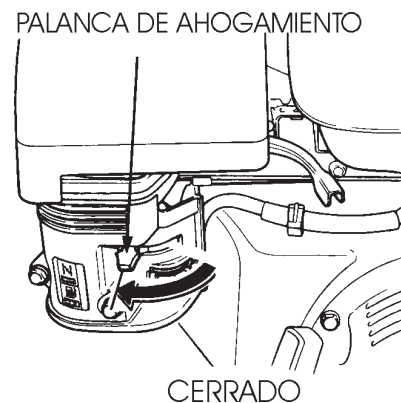

Figura 17. Palanca de ahogamiento (Closed Cerrado)
7. Si el motor ha arrancado, despacio regrese la palanca de ahogamiento (Figura 17) a la posición **CLOSED CERRADO**. Si el motor no ha arrancado repita los pasos del 1 al 6.